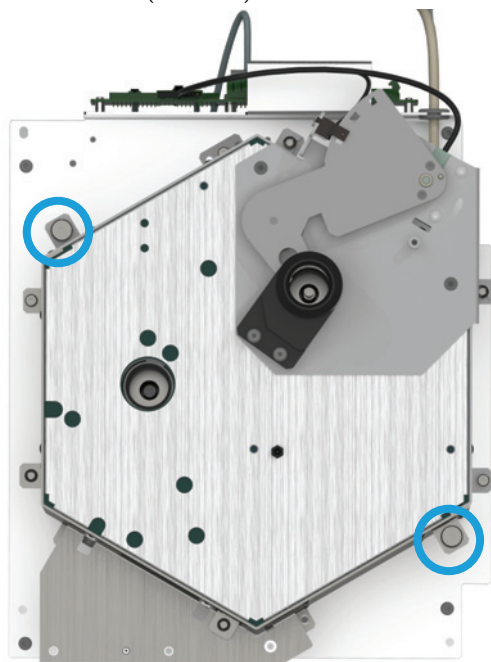

Рис. 13. Раскручивание винтов с накатанной головкой на верхней панели термостата
- б** Полностью выкрутите два невыпадающих винта T-20 Torx с накатанной головкой (**Рис. 13**).